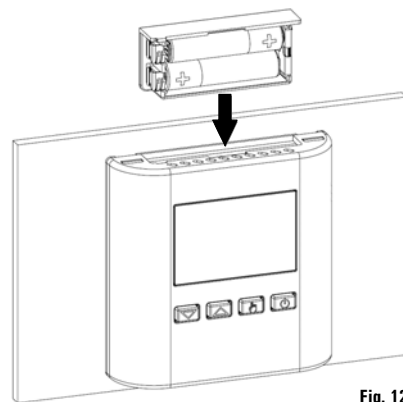

Fig. 12
4. Reinscrivere il cassetto porta batterie nel termostato, premendolo fino in fondo, Fig. 12.